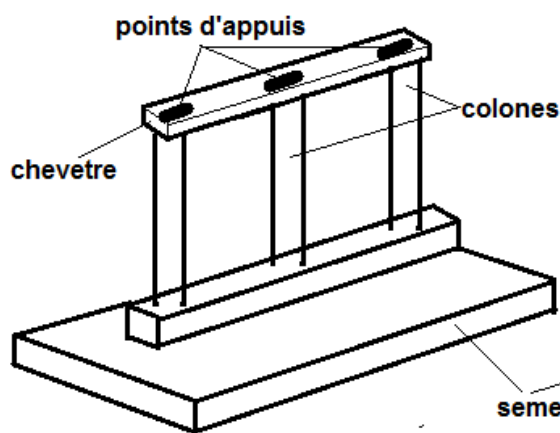

figure 2
- Passage inférieur à portique ouvert (figure2).
- Des colonnes (section tubulaire) ou poteaux de section rectangulaire – éléments courts de faible section -, chaque élément comporte un seul point d'appui ou bien des éléments qui sont reliés en tête par une chevêtre sur lequel repose les points d'appuis du tablier (**figure 2**).